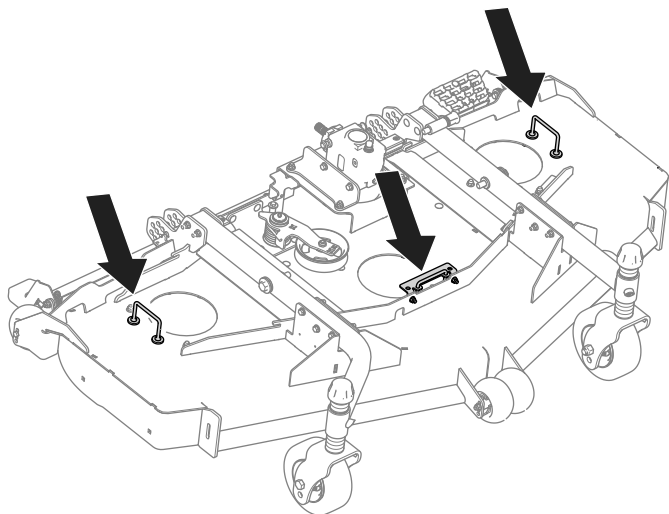

Figura 6
1. Retire los soportes existentes de las cubiertas de la correa (Figura 6) de la unidad de corte.